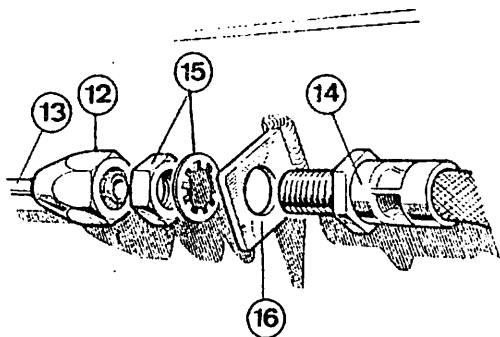

Fig. 05.2-5
Fije los latiguillos de freno (14) a los soportes del chasis, conecte los racores (12) (Fig. 05.2-5), quite el útil que mantiene oprimido el pedal de freno y purgue el sistema (ver Sección 7).